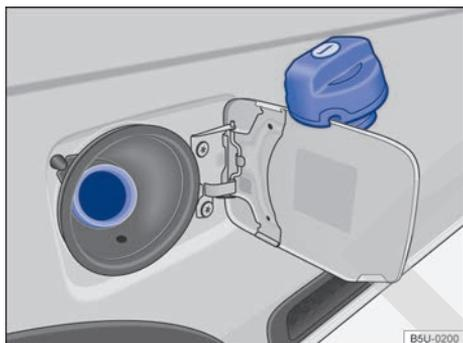

Fig. 138 Portezuela del depósito de combustible abierta con el tapón de cierre del depósito de combustible colgado.
- Gire tapa del depósito de combustible en sentido antihorario y cuélguela encima de la puerta del depósito de combustible → fig. 138.